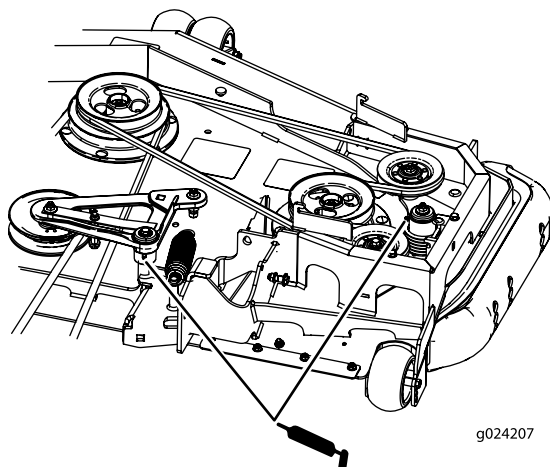

Figure 38
4. Graissez le bras de la poulie de tension de la courroie du plateau de coupe (Figure 38).